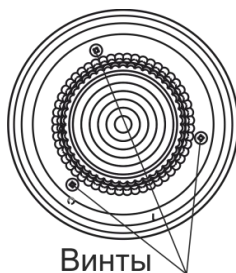

Рисунок 9.13
- снять крышку, отвернув 3 винта, которыми крышка крепится к базе (см. рисунок 9.13):